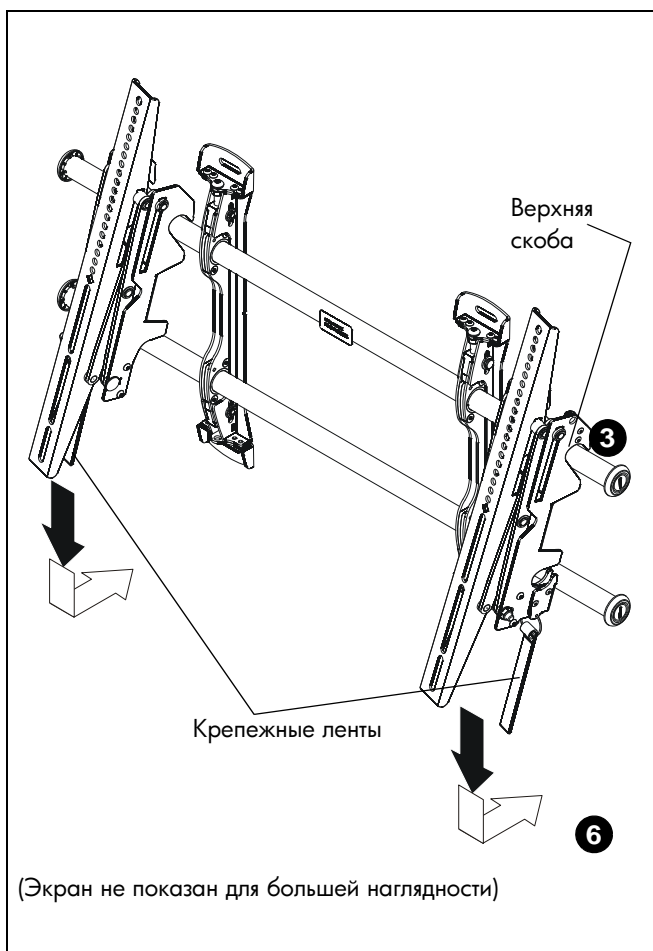

рис. 12
- Потяните крепежные ленты вниз и заверните их к стене – таким образом вы прикрепите соединительные кронштейны к нижней рейке и зафиксируете нижний край экрана в системе крепления. (См. рис. 12)
- Повесьте верхние скобы (U и V) соединительных кронштейнов на верхнюю рейку системы крепления (R). (См. рис. 12)